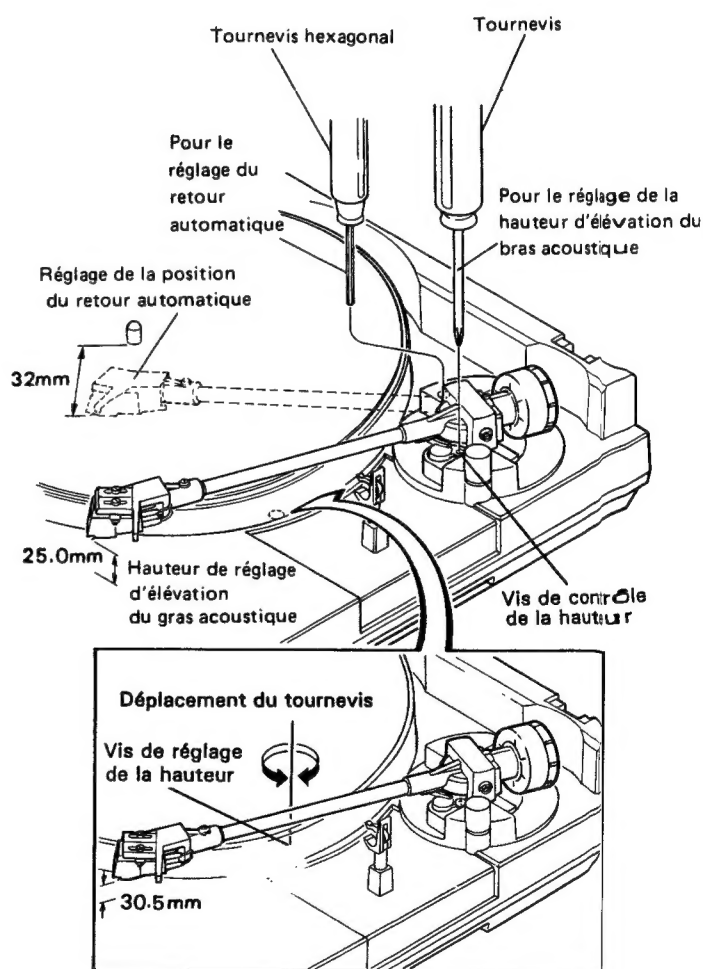

Fig. 8-3 Réglages de la hauteur d'élévation du bras acoustique et du retour automatique
- Arrêter de tourner la vis de réglage sur le point pour lequel il y a un écart de 32mm entre la pointe de lecture et l'axe central. (Fig. 8-3)
- Tourner la vis de réglage de hauteur pour régler la pointe à 30.5 mm au-dessus du coffret (Fig. 8-3).